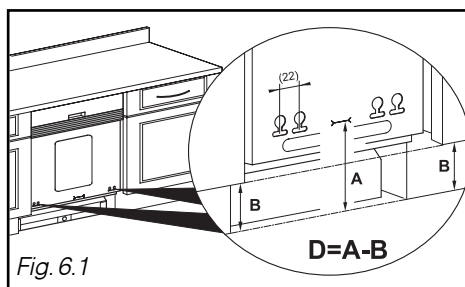

Fig. 6.1
- Mesurez la distance entre le sol et le bas du panneau de porte du meuble adjacent (cote **B**, Fig. 6.1)